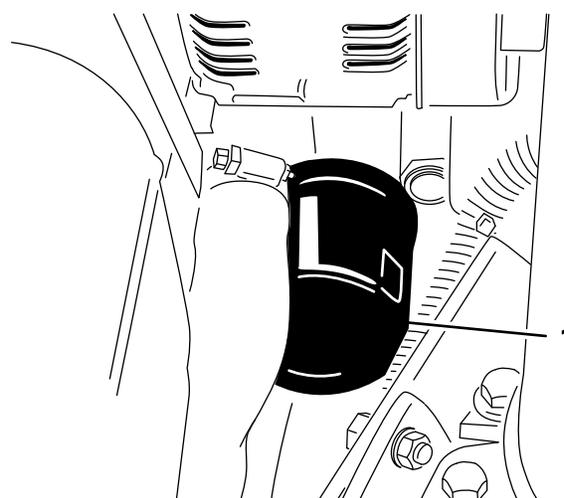

Figura 37
3. Togliete il filtro dell'olio (Figura 37).